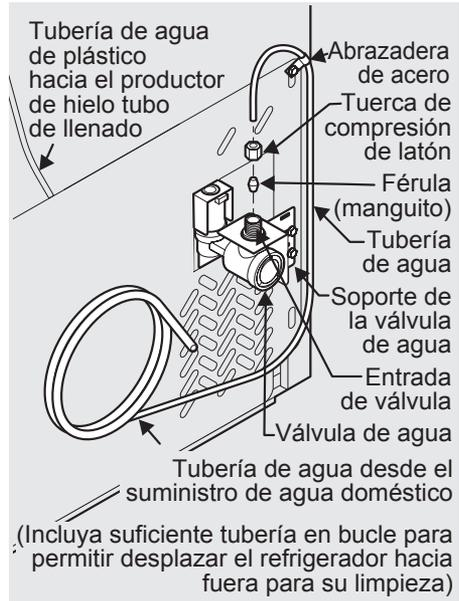

Figura 1
4. Si usa tuberías de cobre: deslice la tuerca de compresión de latón y luego la férula (manguito) en la tubería de suministro de agua. Empuje la tubería de suministro de agua hacia dentro de la entrada de la válvula de agua lo más posible (1/4 de pulgada/6,4 mm). Deslice la férula (manguito) en la entrada de la válvula y apriete manualmente la tuerca de compresión en la válvula. Apriete otra media vuelta con una llave; NO apriete en exceso. Consulte la Figura 1.
Si usa tuberías de acero inoxidable: la tuerca y la férula ya están armadas en la tubería. Deslice la tuerca de compresión hacia dentro de la entrada de la válvula y apriete manualmente la tuerca de compresión sobre la válvula. Apriete otra media vuelta con una llave; NO apriete en exceso. Consulte la Figura 1.